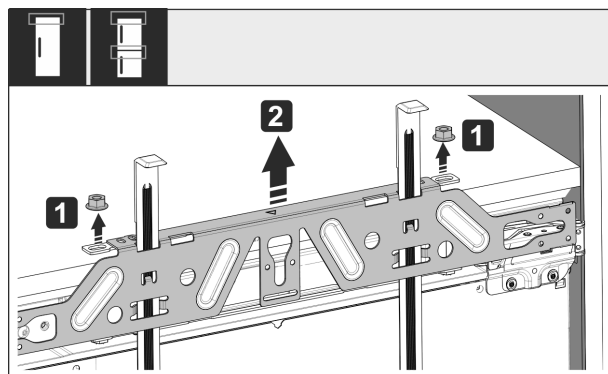

Fig. 54
- Shtrëngoni kundërdadot Fig. 54 (1).
- Hiqni traversën e mbërthimit Fig. 54 (2).